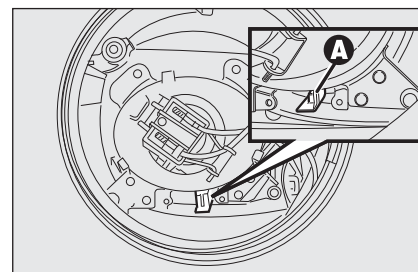

fig. 102
- ☐ spostare lateralmente la levetta **A-fig. 102**;